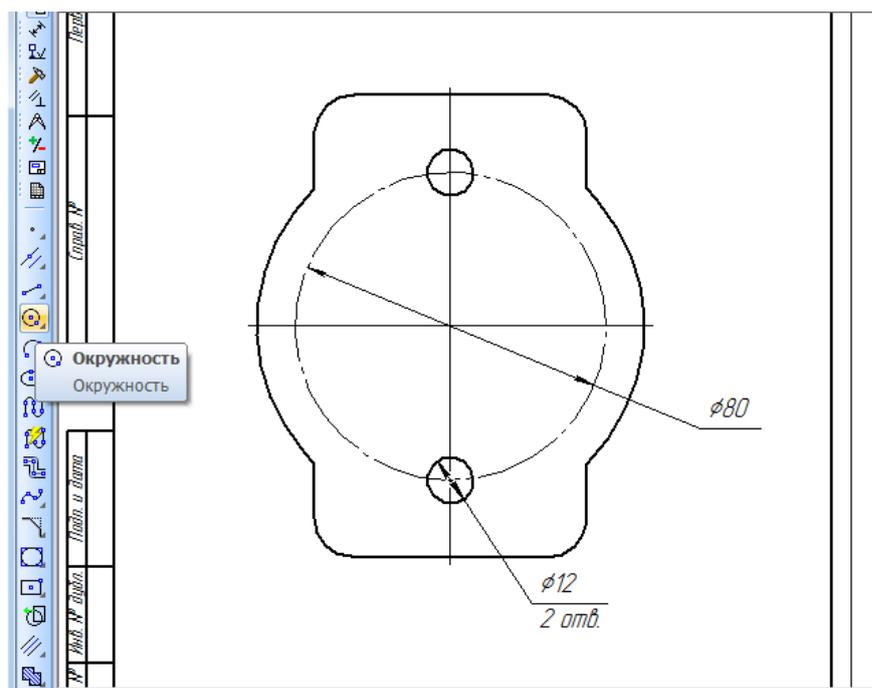

Рисунок 16
9. В центре прямоугольника постройте еще одну окружность $\varnothing 80$ мм стиль линии **Осевая** (рисунок 16).
10. На пересечении окружности $\varnothing 80$ мм и вертикальной осевой линии выполните два отверстия $\varnothing 12$ мм стиль линии - **Основная** (рисунок 16).